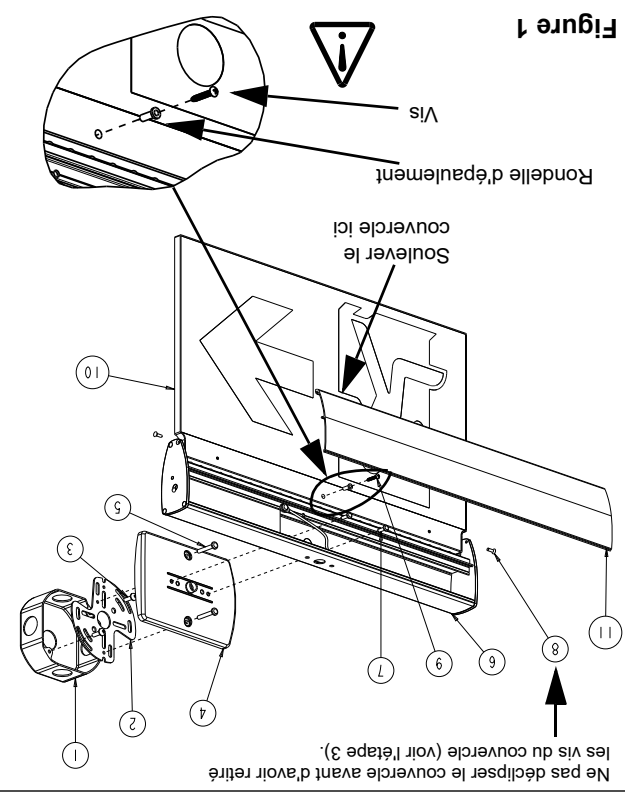

Figure 1
3. Retirer les 2 vis inférieures (8) de la face avant du couvercle et les mettre de côté pour les réinstaller ultérieurement. (voir figure 1)
4. Détacher manuellement le couvercle (1) en soulevant le bas du couvercle et le retirer. Remarque: si le couvercle est difficile à soulever, utilisez un tournevis à tête plate pour faire délicatement lever sur le couvercle à l'endroit indiqué dans la figure 1.
Montage mural (voir figure 1)